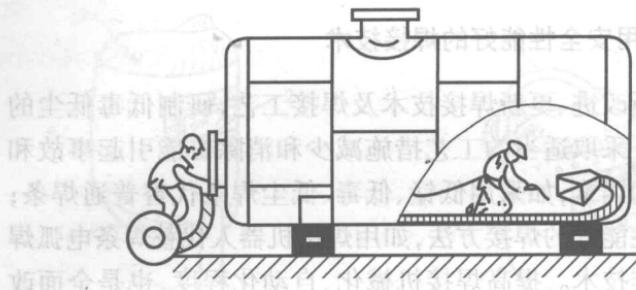

图 1.4 容器内焊接时采取的措施
(3)进入容器内焊割要实行监护制,派专人进行监护。监护人不能随便离开现场,并与容器内的人员经常取得联系,如图 1.4 所示。